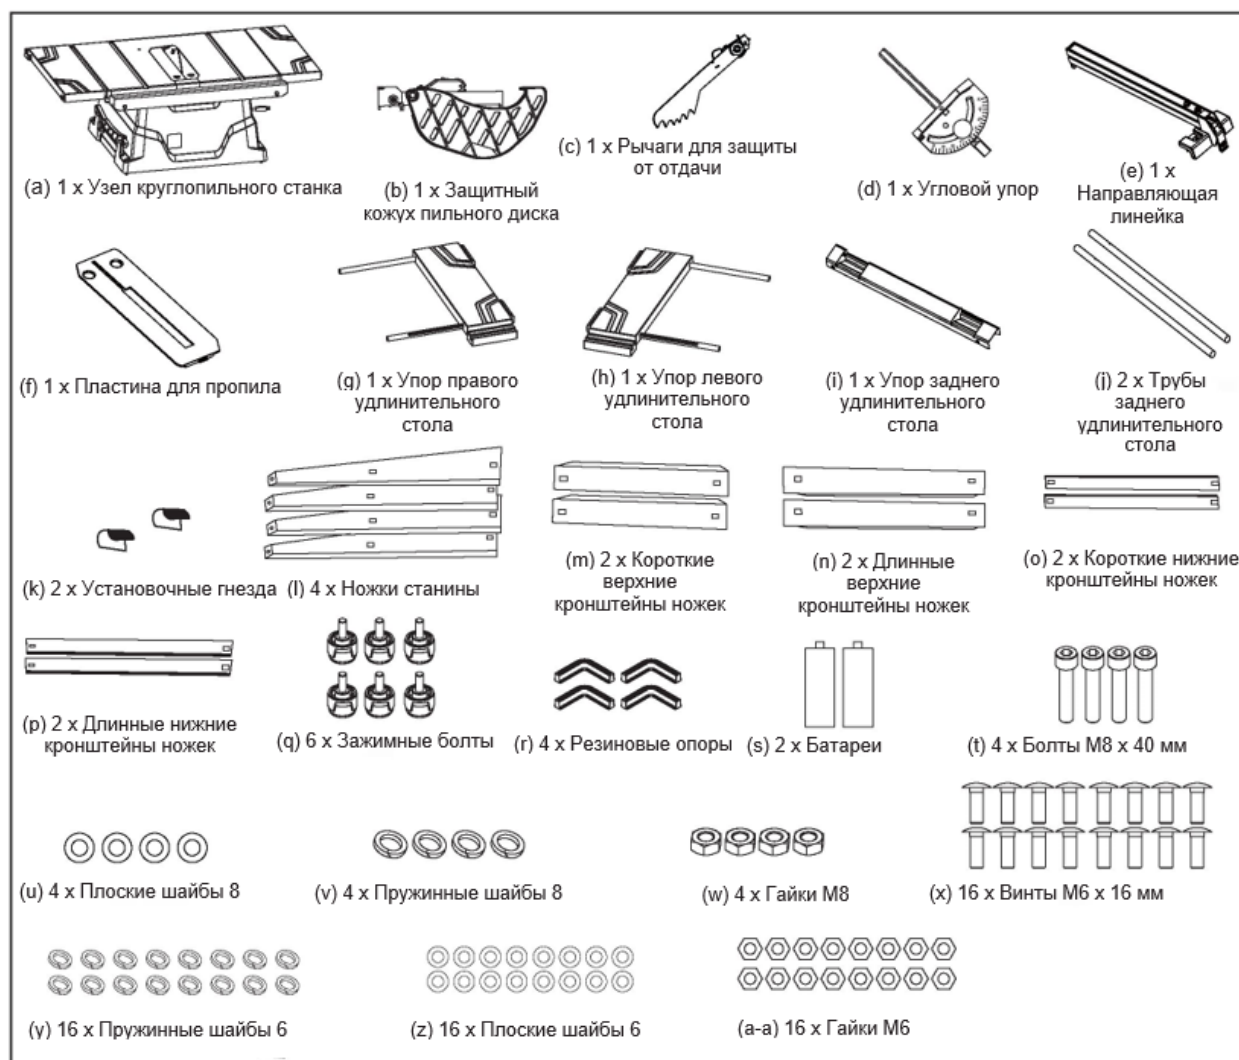

Рис. 2 Детализовка станка
7.1.1. На Рис. 2 показаны составные части станка.
1. Распакуйте все детали и сгруппируйте их по типу и размеру (см. Рис. 2). Правильное количество см. в списке деталей\*.